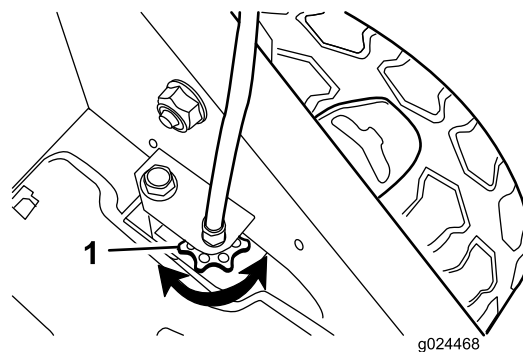

Figure 21
- Si les roues ne tournent pas quand vous engagez la barre de commande d'autopropulsion, la courroie de déplacement n'est pas assez tendue. Tournez une fois la molette de commande des roues (Figure 21) dans le sens horaire et répétez les opérations 3 à 5.
- Si les roues tournent quand vous engagez la barre de commande d'autopropulsion, la courroie de déplacement est trop tendue. Tournez une fois la molette de commande des roues (Figure 21) dans le sens antihoraire et répétez les opérations 3 à 5.